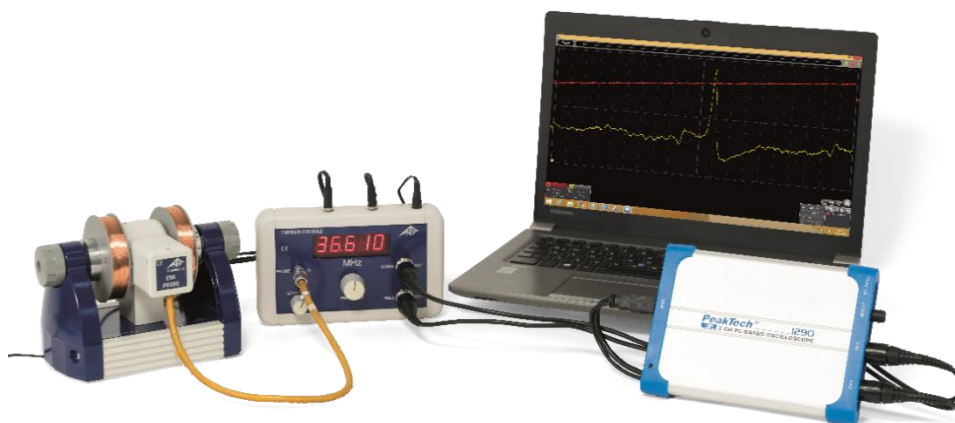

Fig. 3: Apparato sperimentale per EPR con un oscilloscopio per PC
- Collegare l'uscita "SIGNAL OUT" dell'unità di controllo al canale 1 dell'oscilloscopio e l'uscita "FIELD OUT" al canale 2 (vedere fig. 3).